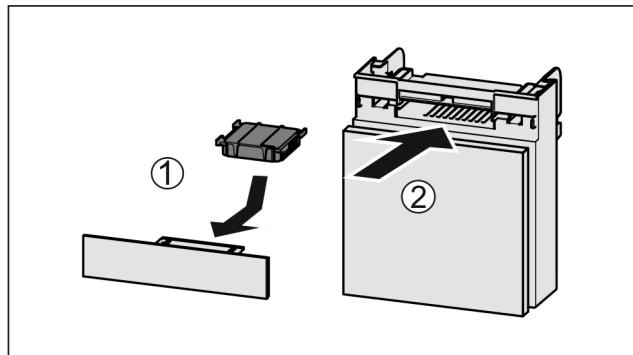

Fig. 135
- Aktivkohlefilter nach Abbildung einsetzen Fig. 135 (1).
Fach einschieben Fig. 135 (2).